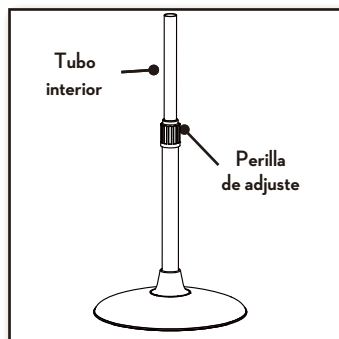

Figura 9
5. Sostenga firmemente el tubo telescópico y gire la perilla de ajuste en sentido anti-horario para aflojar. Figura 9.
6. Levante el tubo interior a la altura máxima y apriete la perilla de ajuste girándola en sentido de las manecillas hasta que quede asegurada. Figura 9.